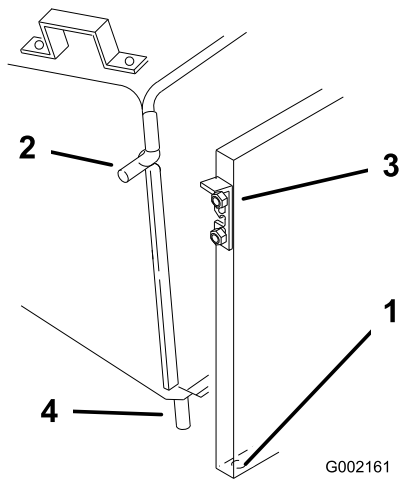

Figura 13
6. Inserite i perni inferiori del sistema di raccolta nei fori della contropiastra (Figura 13)
7. Sollevate i fermi e fate scorrere i perni dei lati del telaio al loro interno (Figura 13).
4. Inserite i perni inferiori del telaio del sistema di raccolta nei fori della contropiastra (Figura 13).
5. Sollevate i fermi e fate scorrere i perni dei lati del telaio al loro interno (Figura 13).
5. Inserite i perni inferiori del telaio del sistema di raccolta nei fori della contropiastra (Figura 13).
6. Sollevate i fermi e fate scorrere i perni dei lati del telaio al loro interno (Figura 13).